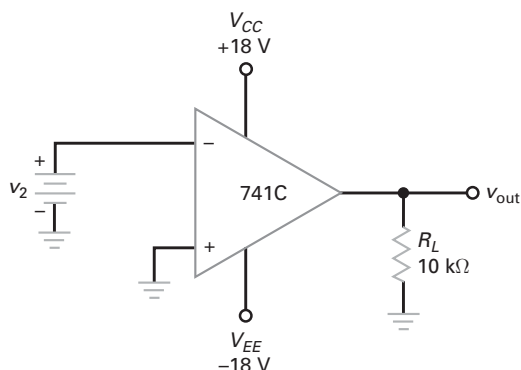

Figura 16-29
- 16-1** Considere que a saturação negativa ocorra em 1 V abaixo da tensão de alimentação com um 741C. Qual tensão na entrada inversora leva o amp-op da Figura 16-29 para a saturação negativa?